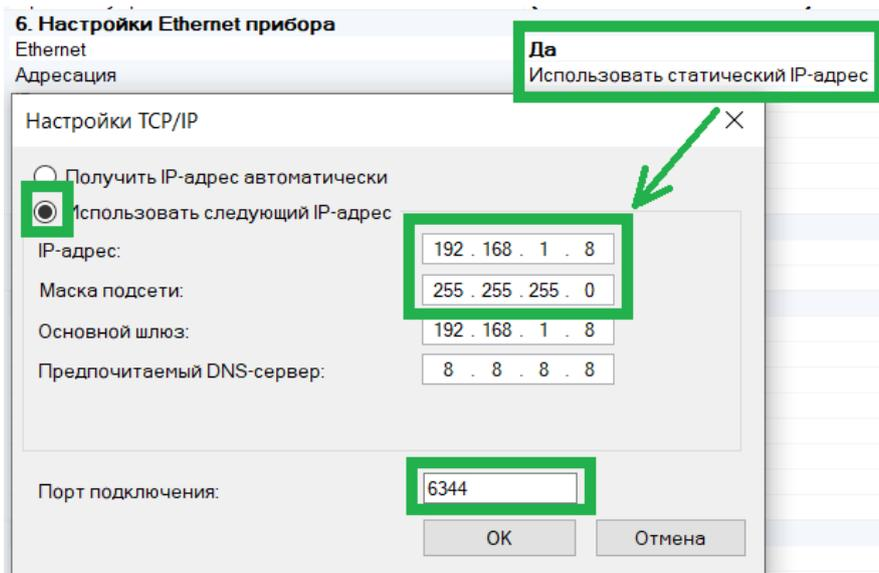

Рисунок 6.20
- В сетевых настройках прибора должен быть выбран режим "Использовать статический IP-адрес", заданы корректные сетевые настройки (IP-адрес и маска подсети) и порт подключения (Рисунок 6.20).